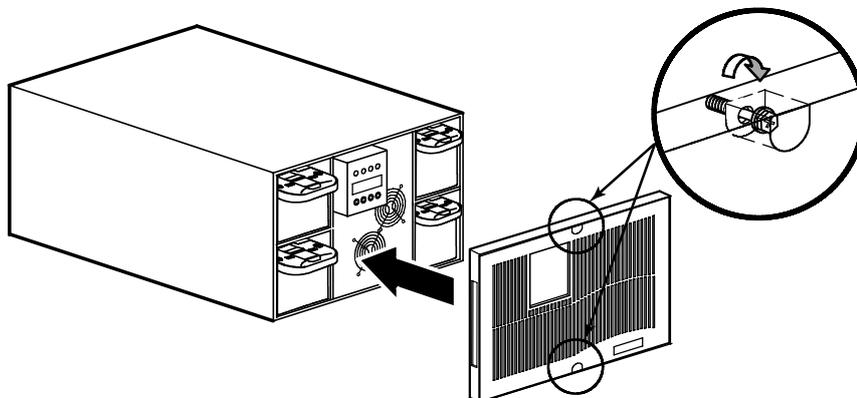

Abbildung 25. Anbringen der Frontplatte der USV
- Die Frontplatte des USV anbringen und die beiden Schrauben an der Frontplatte anziehen (siehe Abbildung 25).